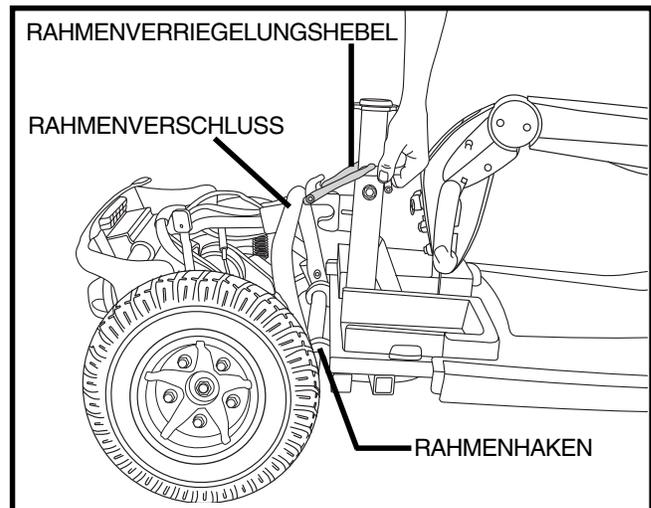

Abb. 24. Rahmensicherung
2. Ziehen Sie den Rahmenverriegelungshebel nach oben. **Siehe Abb. 24.**
1. Vorder- und Heckteil Ihres Elektromobils wie in **Abb. 24** dargestellt positionieren.
2. Benutzen Sie zum Anheben des Vorderteils den Rahmenverriegelungshebel und richten Sie die Rahmenhaken des Vorderteils an der unteren Rahmenstange des Heckteils aus. **Siehe Abb. 24.**